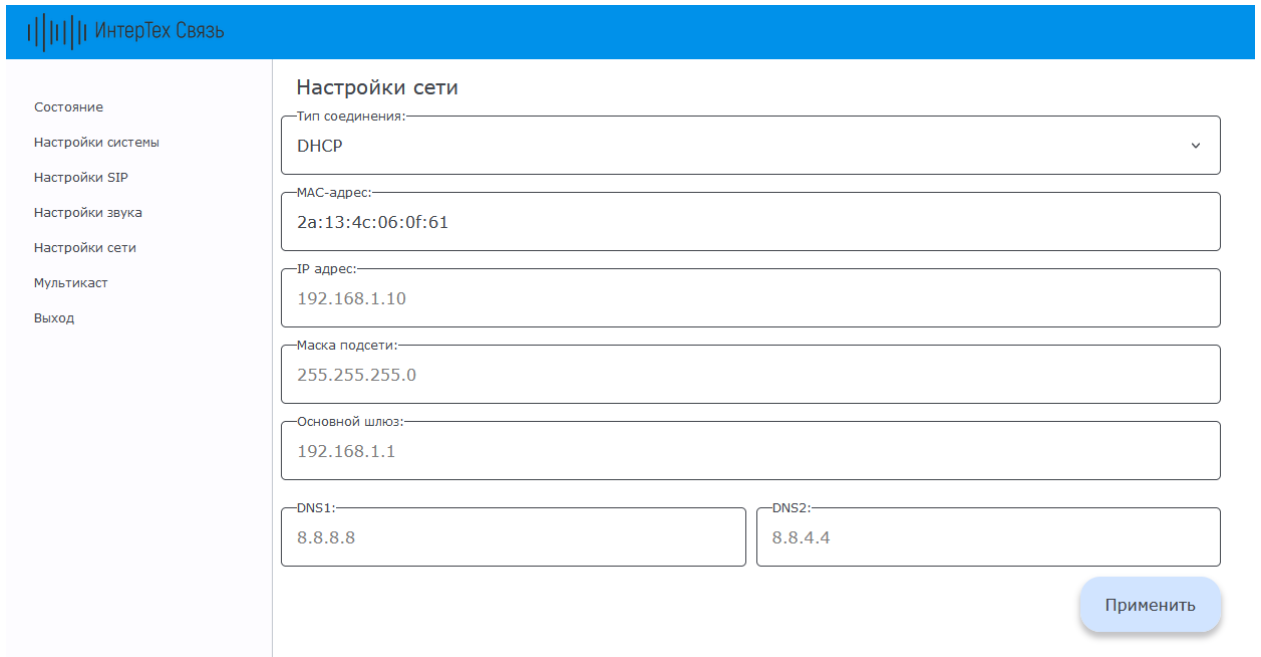

Рисунок 11 – Меню «Настройки сети», режим DHCP
2.5.6.4 В режиме DHCP (рисунок 11) громкоговоритель получает IP-адрес автоматически от DHCP сервера. В соответствующих полях отображаются данные полученные от сервера.